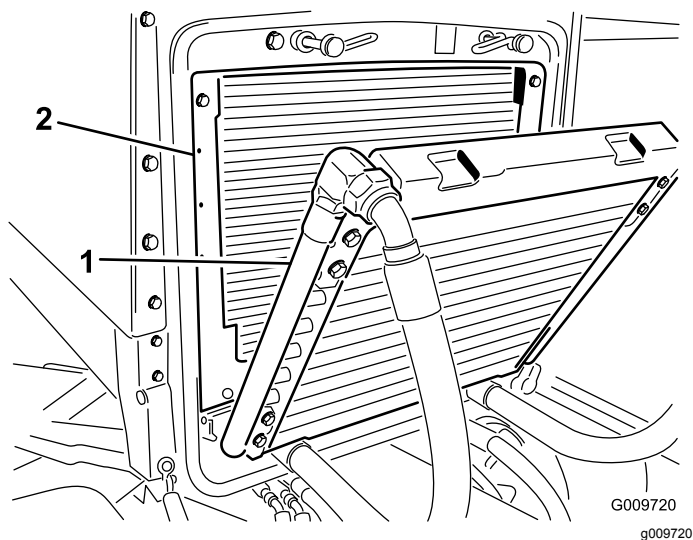

图 57
4. 用压缩空气彻底清洁油冷却器两侧和散热器区域 (图 57)。